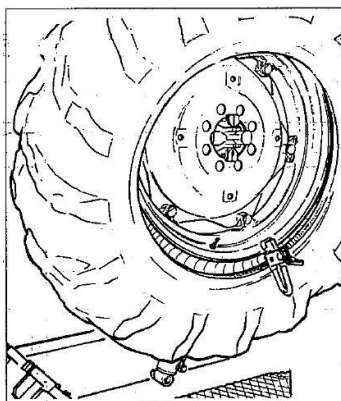

Рис. 7.14
- 19) Поднять шину и закрепить щипцы с другой стороны колеса и в 20 см от вентиля справа (см. рис. 7.14).